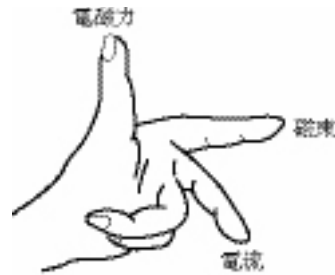

図1.2 フレミングの左手の法則
**磁界**の方向と**電流**の方向が決まると、**電磁力**の発生方向が決められます。それを覚えやすくしたものが図 1.2 になります。